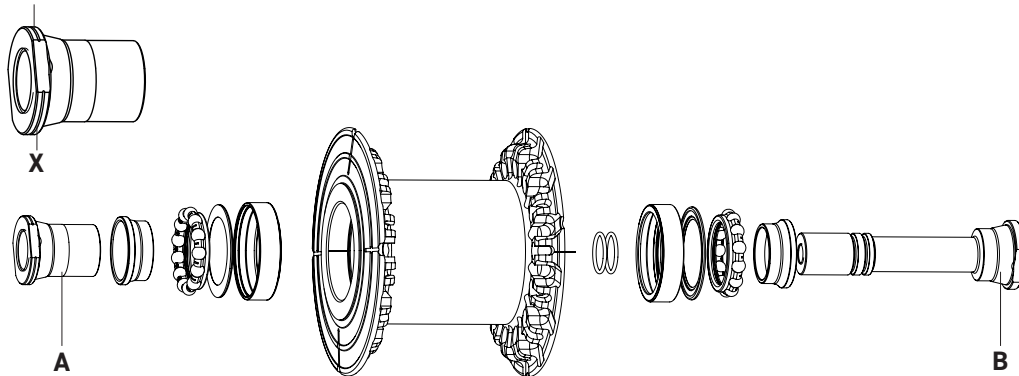
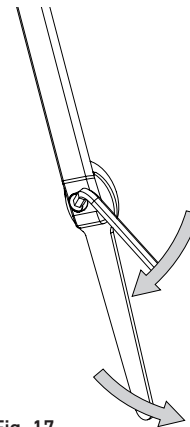

Fig. 14
Fig. 17
- Identifier le côté réglable de l'axe (A - Fig. 14), reconnaissable à la présence de la rainure (X - Fig. 14). Le côté non réglable, en revanche, ne comporte pas de rainure (B - Fig. 14).
· Serrer la vis du côté réglable de l'axe (A - Fig. 14), au couple de 12-13 Nm, en empêchant la rotation de l'axe avec une clé plate de 17 mm (Fig. 17) du même côté de l'axe.
· Bloquer l'axe avec une clé plate de 17 mm à insérer en position B (Fig. 14) et avec une autre clé plate de 17 mm dévisser la douille de réglage A (Fig. 14), reconnaissable à la présence d'une rainure, sur le côté opposé.